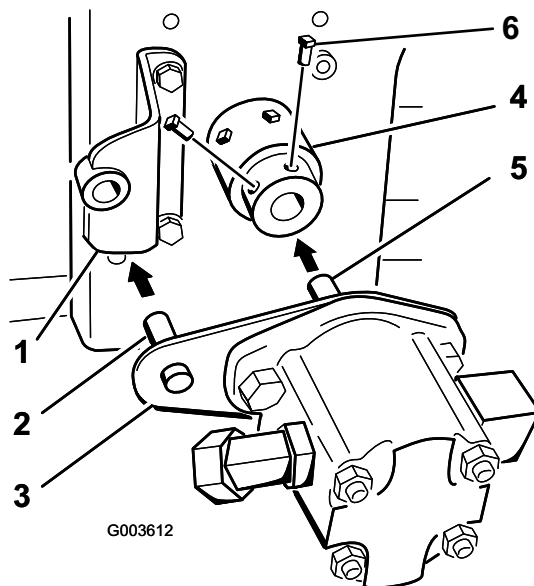

図 20
9. ポンプ・プレート・スタッドをポンプ・ブラケットに挿入し、油圧ポンプのシャフトをハブ・アセンブリに挿入する。油圧ポンプのシャフトが、エンジンPTOのシャフトの端に当たる (図 20)。
11. 固定ネジ2本 (5/16 x 3/4 インチ) にブルーロックタイト (Loctite®) を塗り、ハブ・アセンブリを油圧ポンプ・シャフトに固定する（図 20）。